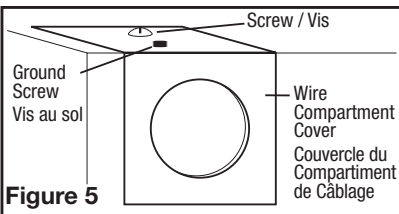

Figure 5
1. Remove the wire compartment cover screw and place cover in a secure place (**Figure 5**).
1. Enlever le vis du couvercle du compartiment à câblage et mettre ce couvercle dans un endroit fiable (**Figure 5**).